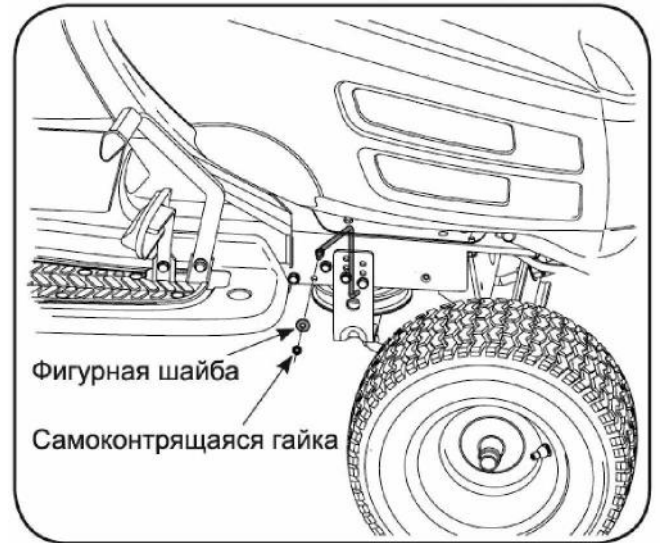

Рис. 7.
2. Обеспечьте крепление ограничителя ремня к внутренней части рамы трактора, используя шестигранную гайку, фигурную шайбу и самоконтращуюся гайку, как показано на Рис. 7.